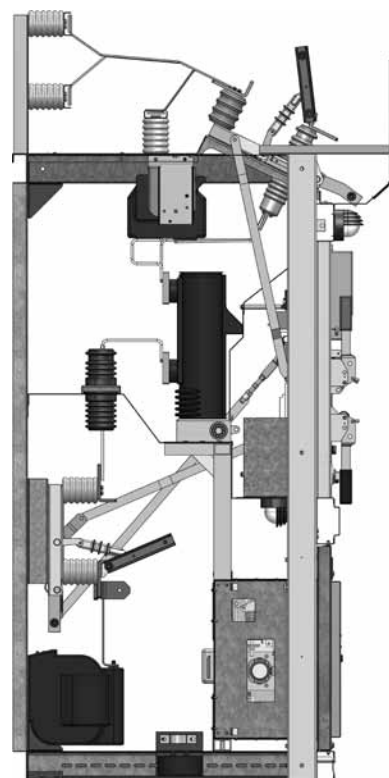

Рисунок 2.1. Общий вид камеры КСО-298П
5.1. В камерах (рисунок 2.1) используются вакуумные выключатели собственного производства. Выключатель имеет простой и высоконадежный пружинно-моторный привод.